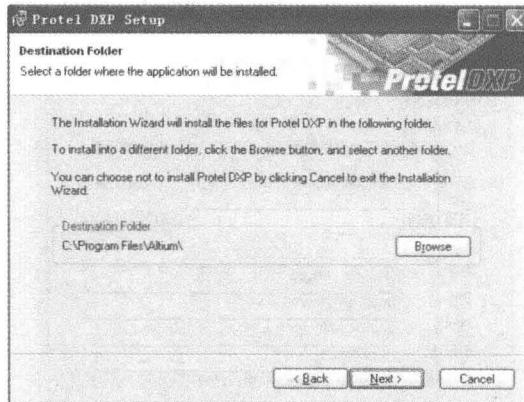

图 1-7 “选择安装路径”对话框
- 5) 接着弹出如图 1-7 所示的“选择安装路径”对话框，在该对话框中设计者可以选择软件的安装路径。默认的路径为“C:\Program Files\Altium\”。当然也可将软件安装在其